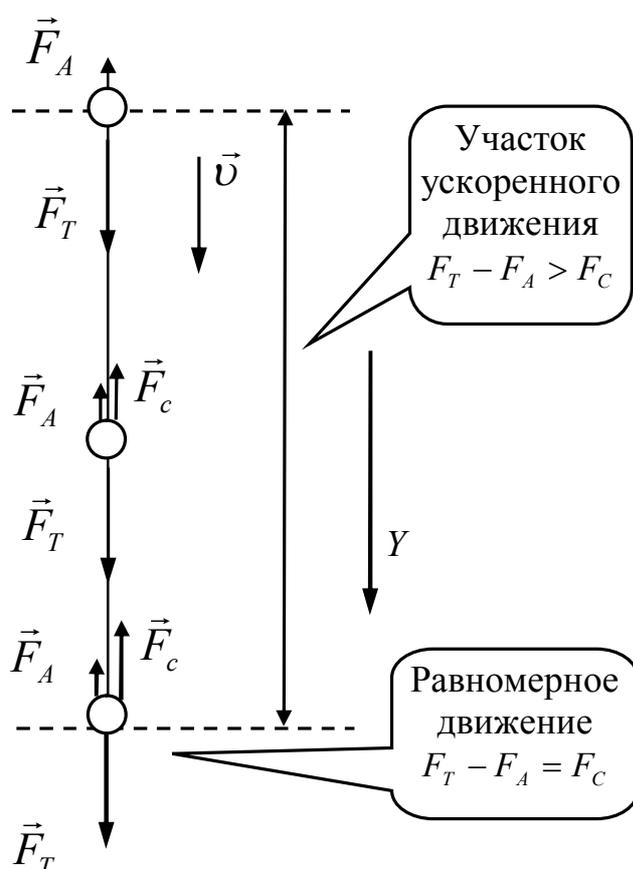

Рис. 3
Как показано на рис. 3, при падении внутри жидкости на шарик действуют три силы: сила тяжести \vec{F}_T , выталкивающая сила Архимеда \vec{F}_A и сила сопротивления \vec{F}_c . Основная особенность движения состоит в том, что одна из сил (сила \vec{F}_c) возрастает вместе с увеличением скорости шарика (см. формулу (2)). Уравнение движения шарика в проекции на ось Y (второй закон Ньютона) с учетом всех действующих сил имеет вид